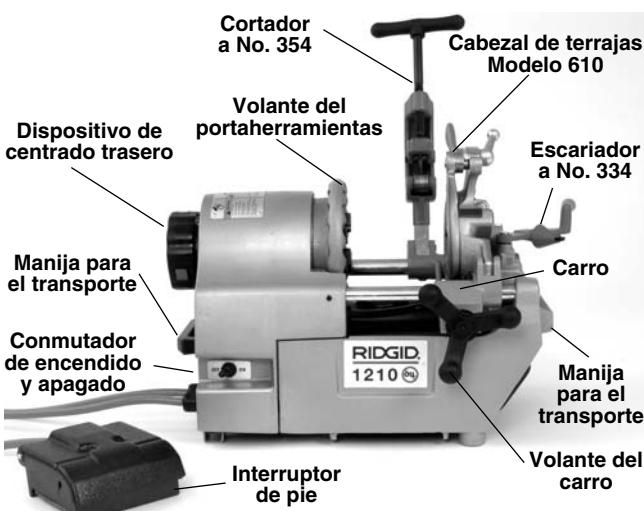

Figura 1A - Roscadora No. 1210
4. Asegure que el interruptor de pie esté presente y acoplado a la Roscadora (Figura 1A) y que tanto éste como su cordón se encuentren en buenas condiciones. Oprima el pedal del interruptor de pie y certíquese de que funciona suavemente y no se pega.